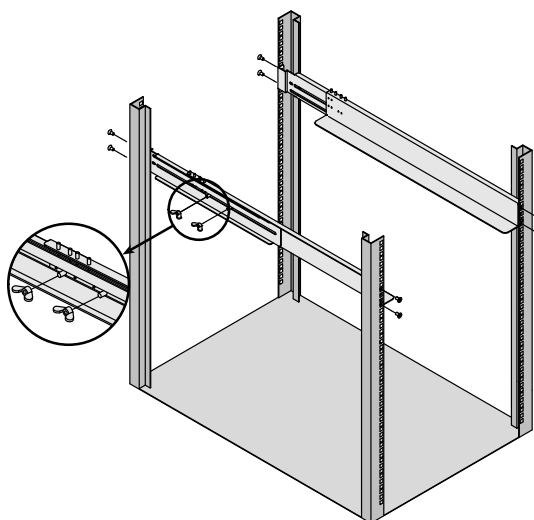

Рисунок 7. Установка направляющих
6. Ослабьте монтажные барашковые гайки на обеих направляющих и отрегулируйте размер направляющих по глубине стойки (см. Рисунок 7).